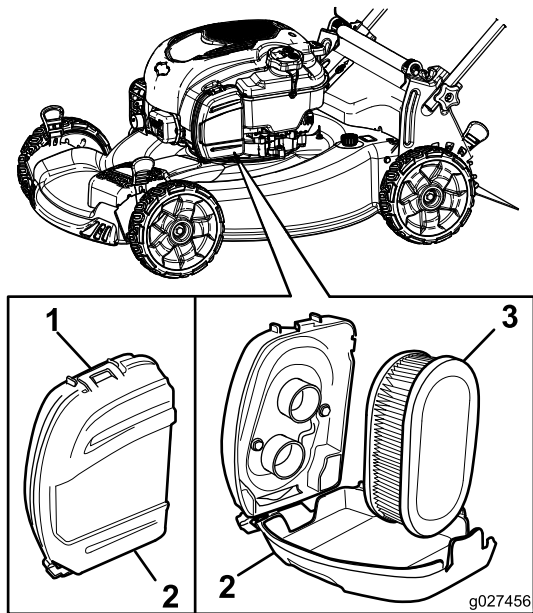

Figure 26
- 1. Déclipsez le haut du couvercle du filtre à air (Figure 26).
- 2. Déposez le filtre à air (Figure 26).